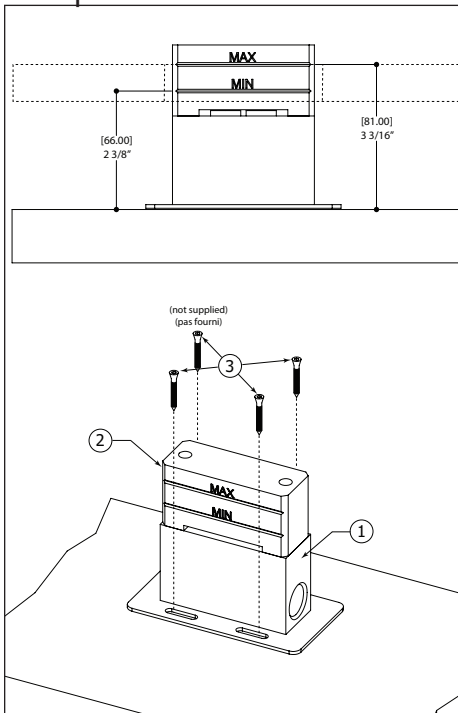

Fig.1
For correct installation, see the fig. 1 to define the min/max to install the rough. After that, fix it on sub-floor with four screws (3) (not supplied). Then connect your supply pipes, complete the floor installations, when you are ready to install the faucet, remove the plastic component (2).
Pour que l'installation soit correcte, voir la fig. 1 pour définir le min/max à utiliser pour installer le rough. Après, le fixer sur le plancher avec les 4 vis (pas fournies). Ensuite, connectez les tuyaux d'alimentation, compléter les installations, et quand vous êtes prêt à installer le robinet, enlever le composant en plastique